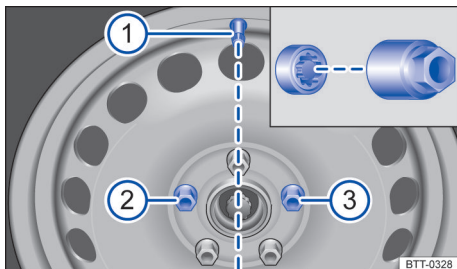

Fig. 233 Substituição de roda: válvula do pneu ① e lugar de montagem do parafuso de roda antifurto ② ou ③.
- Pressione a calota sobre o aro fazendo coincidir o espaço para a válvula do pneu com a válvula → Fig. 233 ①. Assegure-se de que todo o contorno da calota fique encaixado corretamente.
Nas rodas com calotas integrais, o parafuso de roda antifurto deve estar rosqueado na posição → Fig. 233  ou , tomando como referência a posição da válvula do pneu . Do contrário, a calota não poderá ser montada.